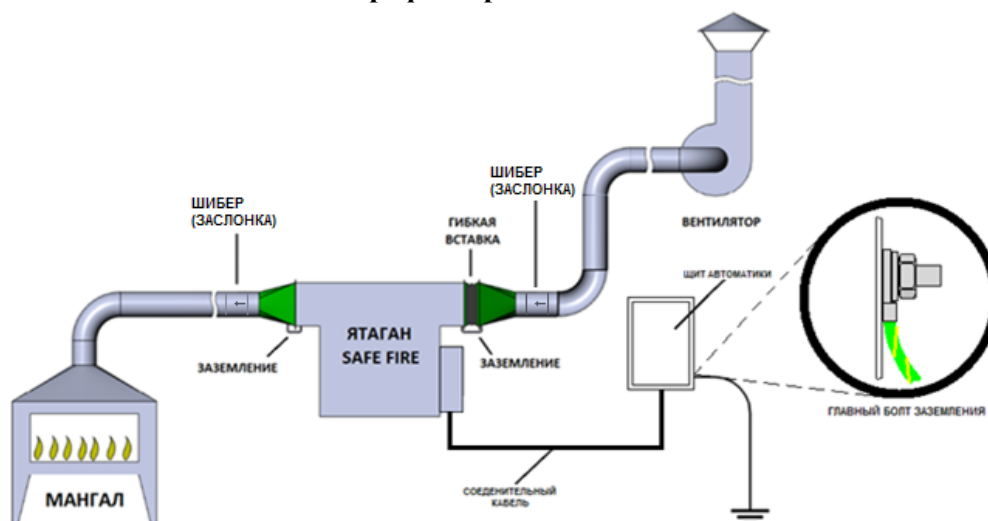

Рис. 5. Схема подключения Гидрофильтра «Ятаган «Safe Fire» к воздуховодам и заземлению
- 1.2. Открыть кран подачи воды на входе в фильтр (Рис. 5).
- 4.3. Закрыть кран на входе в фильтр (Рис. 5).